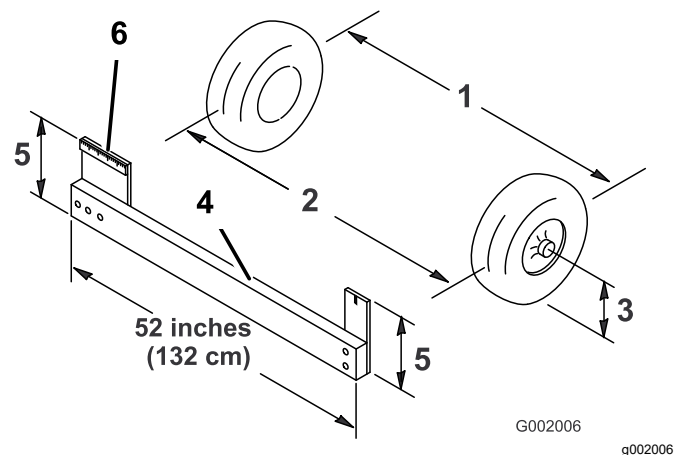

Рисунок 50
выравнивания для точного измерения передней части передних колес на высоте моста (Рисунок 50).
4. Измерьте расстояние между обеими передними шинами на уровне моста, с передней и задней стороны передних шин (Рисунок 50).